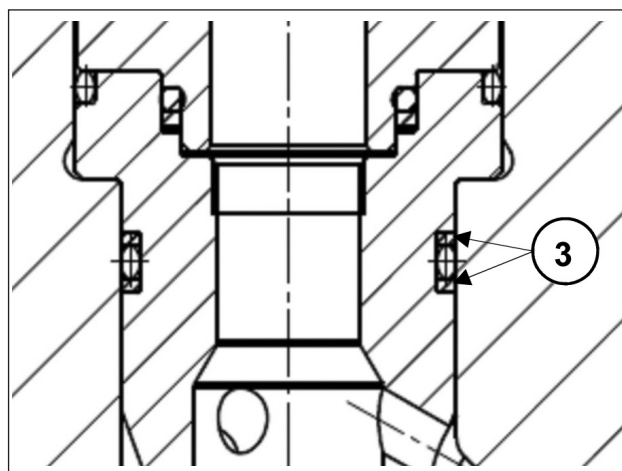

Fig. 28
Inserire i gruppi valvola di aspirazione e mandata con le relative bussole verificando che siano a battuta in fondo alla sede testata. Prestare particolare attenzione a non danneggiare gli anelli antiestrusori delle bussole (Fig. 28, pos. ③); per un corretto posizionamento ed adattamento degli anelli nelle rispettive sedi procedere come segue: